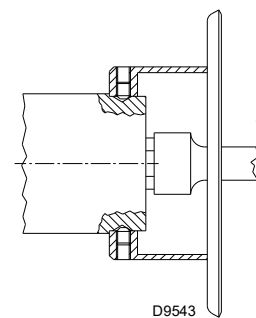

Fig. 20
- extraer la boquilla 1)(Fig. 20) utilizando una llave de tubo;
- colocar la boquilla 1)(Fig. 20);